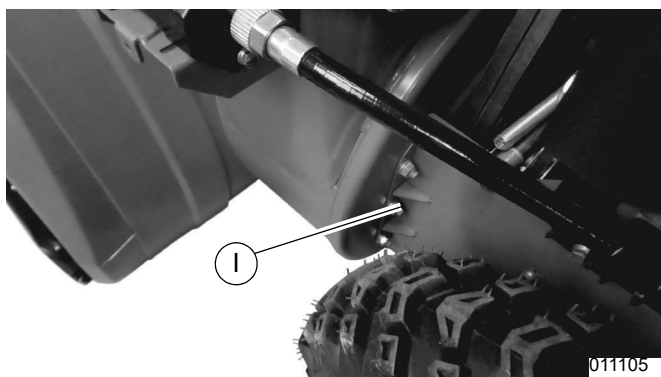

Figura 4-10. Soltar las contratuercas del lado izquierdo de la caja de transmisión
6. Consulte la **Figura 4-10**. Suelte, pero NO retire las tres contratuercas (I) del lado izquierdo de la caja de transmisión con una llave de 13 mm.